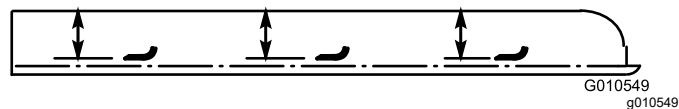

Figure 24
- Tournez la lame dans le sens longitudinal et mesurez la distance entre l'intérieur de l'unité de coupe et le tranchant à l'avant de la lame (Figure 24).